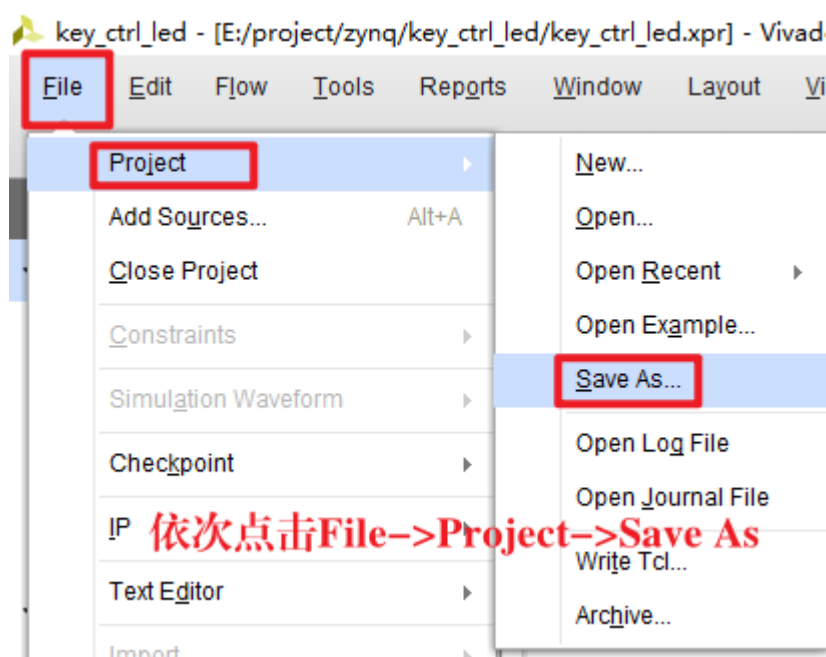

图 1-5 工程另存为
1.打开“key_ctrl_led”工程，点击工程→save as，将工程另存为一个新工程，如图 1-5 所示。